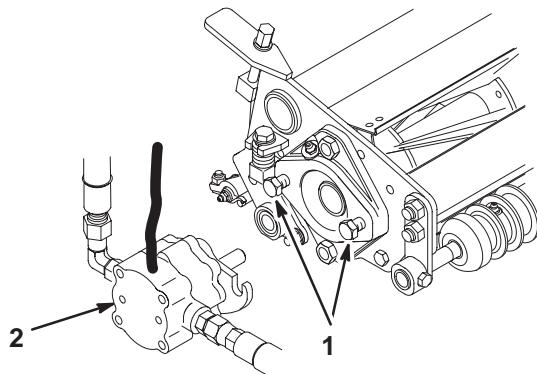

Figure 14
7. Installez les vis d'assemblage du moteur d' entraînement des cylindres sur chaque plateau de coupe. Laissez dépasser environ 13 mm de filetage sur chaque vis de montage (Fig. 14).
10. Lubrifiez l' arbre cannelé de chaque moteur avec de la graisse propre, puis montez le moteur en le tournant dans le sens horaire de sorte que les brides dépassent les goujons. Tournez le moteur dans le sens horaire jusqu'à ce que les brides encerclent les goujons. Serrez les vis de montage (Fig. 14).